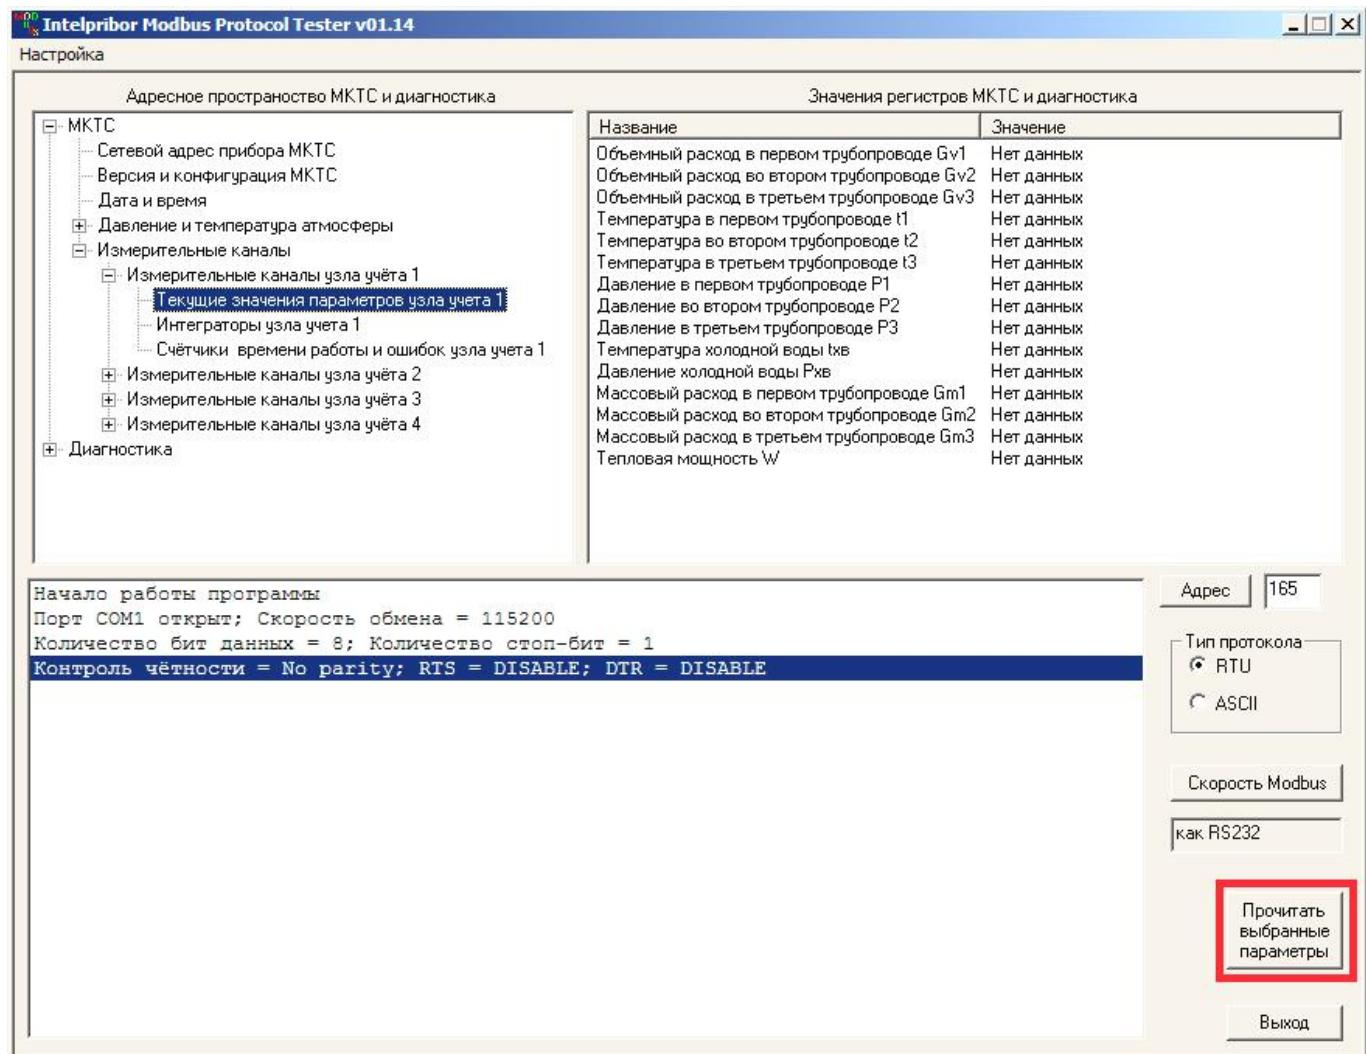

Рисунок 4.11 Выбор области памяти МКТС для просмотра.
- нажать на кнопку «Прочитать выбранные параметры» или щёлкнуть правой кнопкой мыши по любому пункту списка *Значения регистров МКТС и диагностика* (см. Рисунок 4.11);